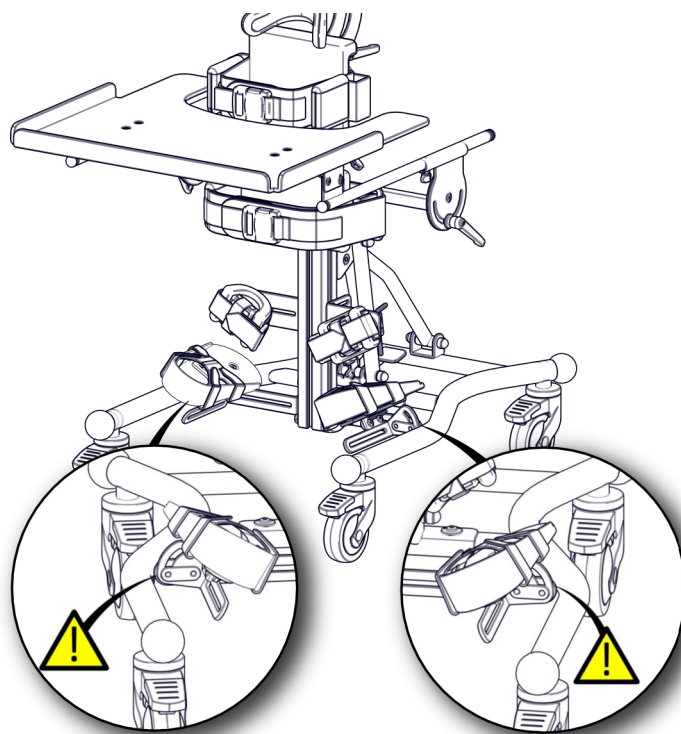

Abbildung5
Um die Säule am Stehrahmen zu montieren, schrauben Sie zuerst die Schrauben (1) ab und setzen Sie dann den Stift (2) in die Öffnung des Systemprofilhalters (3). Achten Sie beim Ausrichten der Säule darauf, dass der Abstand zwischen den Fußstützen und den Rahmenprofilen (siehe Abb. 5.) gleichmäßig ist. Der letzte Schritt der Installation besteht darin, den Rahmen mit den zuvor abgeschraubten Schrauben an der Säule festzuziehen (1).